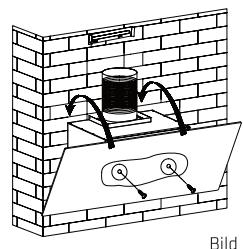

Bild 5
7. Fä huven att hänga på väggskruvorna i det fasta läget, justera köksfläktens läge, fäst köksfläkten med 2 st ST4*30 mm säkerhetsskruvar. Obs: De två säkerhetsventilerna sitter på höjlets baksida, med 6 mm diameter. Se bild 5.